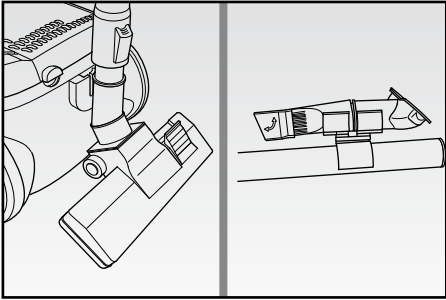

Fig. 5
Riporre quindi l'apparecchio, inserendo il porta accessori (R) sul tubo telescopico (Z) ed aggancian-dovi l'aspiratore fessure (S) e l'aspiratore piccolo (Q). La spazzola (N) può essere agganciata sul retro dell'apparecchio (Fig. 5).